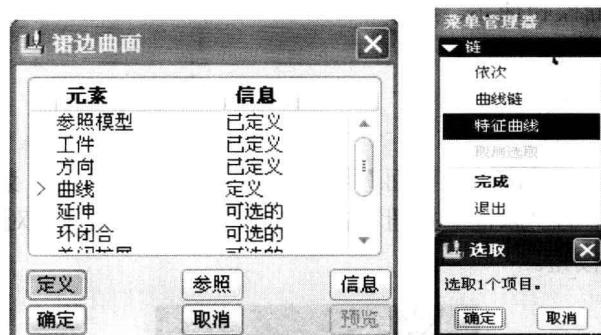

图 1-24 “裙边曲面”对话框
(4) 单击右侧工具栏中的裙边曲面命令 F_3 ，选择上一步创建的影像曲线，单击“确定”按钮，如图 1-24 所示。